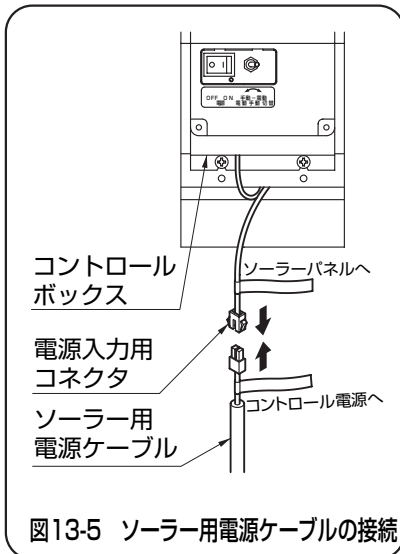

図13-5 ソーラー用電源ケーブルの接続
- ④ソーラー用電源ケーブルをソーラー入力用コネクタに接続してください。(図13-5参照)